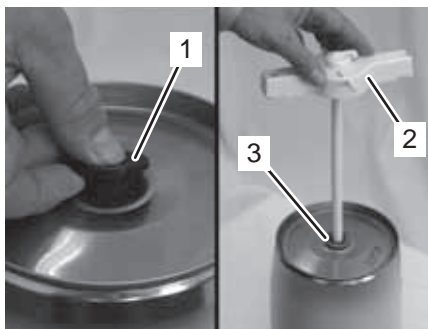

Fig. 16
8. Si vous avez retiré la bordure en plastique de l'orifice d'aération, veuillez introduire le bouchon (Fig. 16/1).
9. Enfichez la conduite montante de gaz jaune dans l'adaptateur de fût (Fig. 16/2) dans l'orifice d'aération ou dans le bouchon.